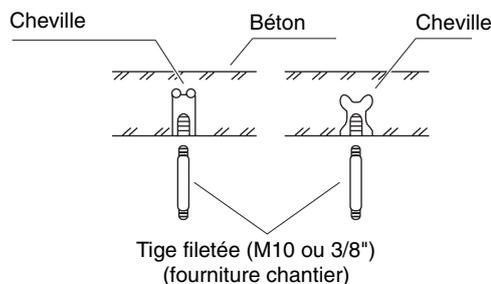

Fig. 3-99
- Insérez les tiges filetées de la manière indiquée à la figure 3-99
- (2) Vissez les tiges filetées en les laissant dépasser du plafond comme illustré sur la figure 3-99. (Découpez le plafond le cas échéant.)